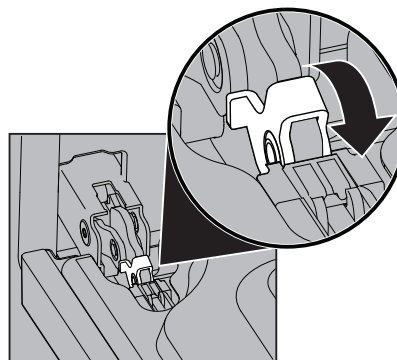
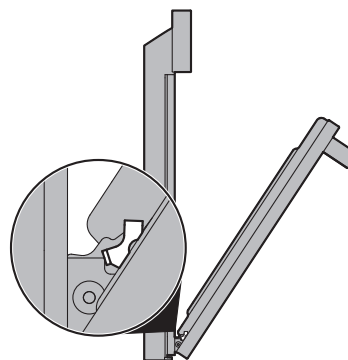

Figure 23: Serrure de charnière de porte
Figure 24: Position de retrait
2. Tirez vers l'avant le verrou situé sur chaque support de charnière du four jusqu'à ce que le verrou s'arrête. Vous devrez peut-être appliquer une petite pression vers le haut sur le verrou pour le tirer vers le haut (Figure 23 et Figure 24).
2. Tenez la porte du four au même angle que pour le retrait. Insérez avec précaution les leviers de charnière dans le cadre du four jusqu'à ce que vous sentiez que les leviers de charnière sont logés dans les encoches de charnière. Les bras de charnière doivent être entièrement insérés dans les encoches de charnière avant que la porte du four ne puisse être complètement ouverte. (Figure 24).